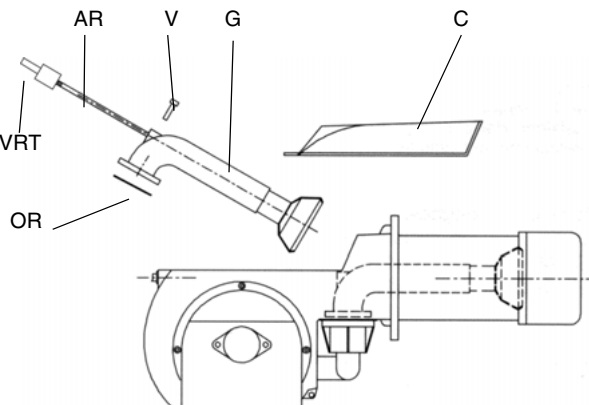

Рис. 29
- Снять, проверить и почистить голову сгорания (см. Рис. 29).